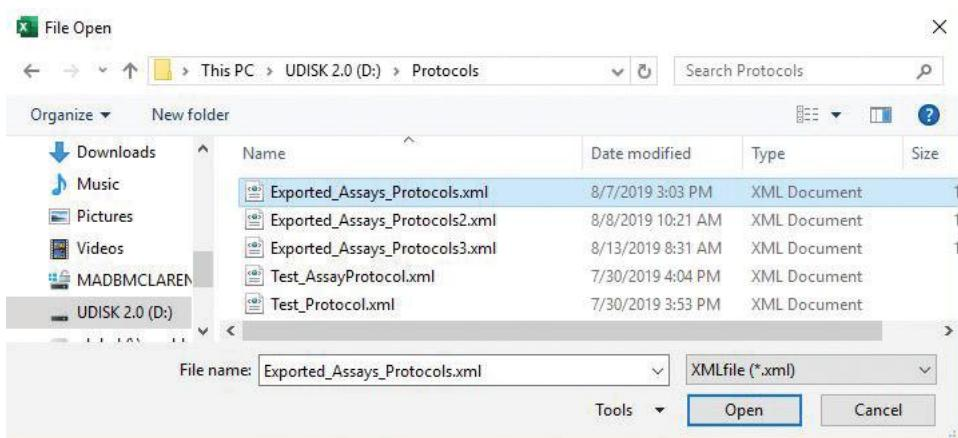

図 191 ブラウジング画面
3. 希望する protocols.xml ファイルを選び、ブラウジング画面の **Open** を選択します。（図 191）